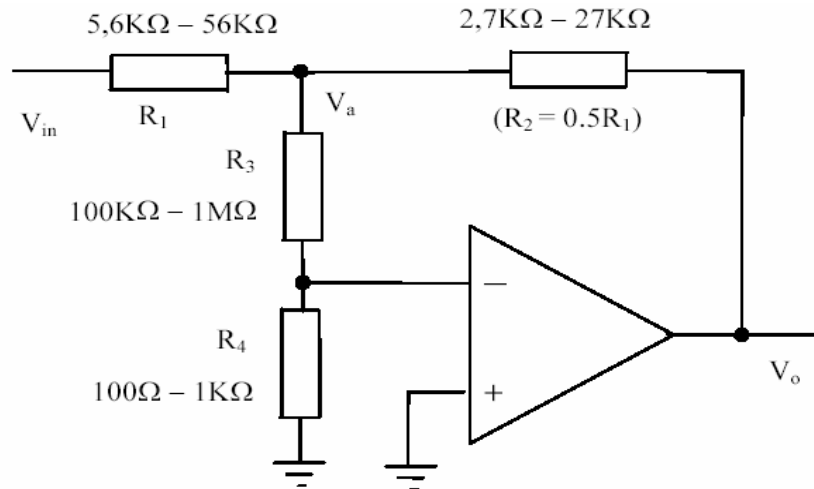

Рис. 15. Измерение коэффициента усиления по напряжению ОУ без обратной связи
1. Реализуйте схему, изображенную рис. 15. Не забудьте подключить питание к ОУ.